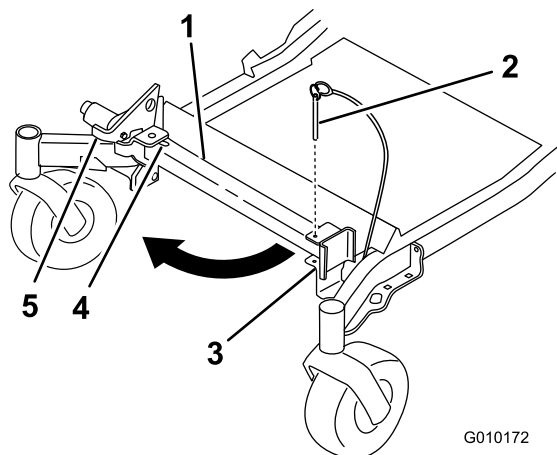
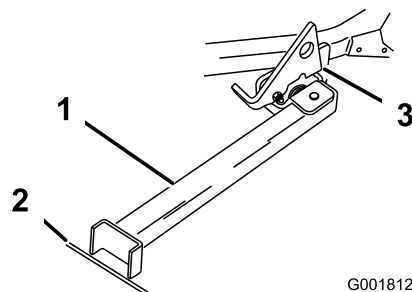

Figura 42
Figura 43
2. Retire o pino do suporte (Figura 42).
4. Rode o pé do apoio e deslize-o em direção à máquina, no fundo da ranhura (Figura 42 e Figura 43).
5. Coloque o pé do apoio no terreno e pouse o trinco na patilha rotativa (Figura 43).
Nota: Para obter melhores resultados, coloque o pé do apoio nos passeios ou na relva (Figura 43).
7. Conduza a máquina para o apoio. Pare quando o trinco passar pela patilha para posição bloqueada (Figura 43).
5. Coloque novamente o apoio na posição de descanso (Figura 42).